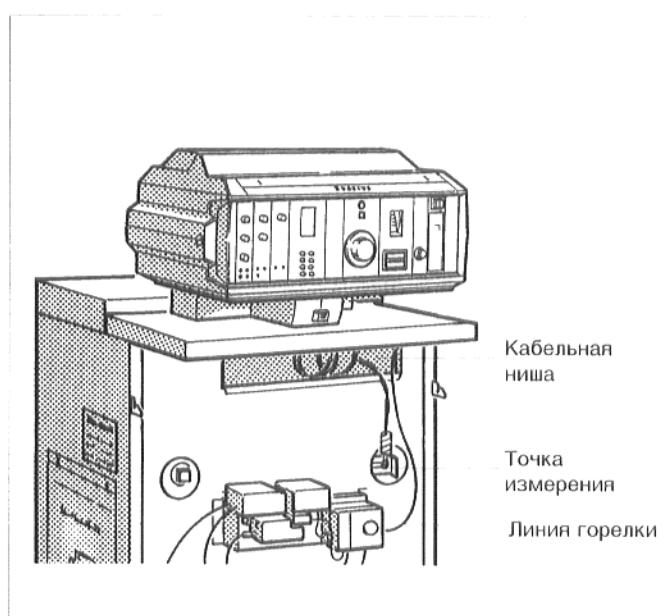

Рис. 8: передняя сторона
- Проложить капиллярные трубы датчиков температуры и, при "Ecomatic" - регулировании, трубопровод датчика температуры котельной воды, через отверстие в переднем колпаке котла, из кабельной ниши (рис. 8), на переднюю сторону котла.
- Раскрутить капиллярные трубы и, при "Ecomatic"-регулировании, трубопровод датчика, пока они не достигнут точки измерения (рис. 8).
- Проложить линию горелки (рис. 8), через кабельную нишу и отверстие в переднем колпаке котла, к регулятору. Установить штекерное соединение соответственно схеме соединений.